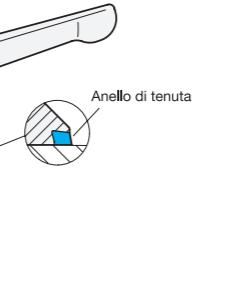

Fig. 1
- L'asta flettuta o il foro della maniglia a leva non devono entrare in contatto con l'ambiente esterno. (Fig. 1).
- È necessario assicurarsi che la maniglia a leva venga utilizzata solo in combinazione con l'anello di tenuta fornito in dotazione. La guarnizione ha forma conica. È pertanto necessario fare attenzione alla corretta posizione di montaggio (Fig. 1).